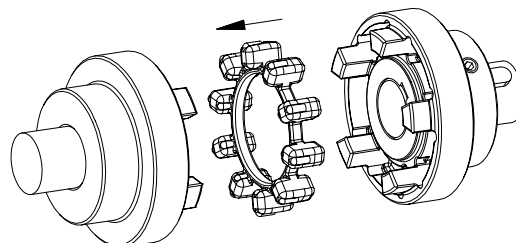

Fig. 18: Montaggio dell'anello in elastomero
- Inserire l'anello in elastomero nella sezione a camme del mozzo, lato conduttore o condotto (vedere fig. 18).